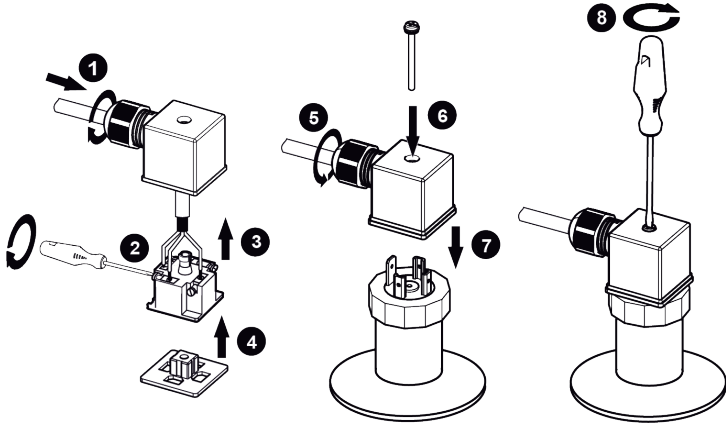

Рисунок 4 – Монтаж проводов
**Монтаж проводов (см. рисунок 4):**